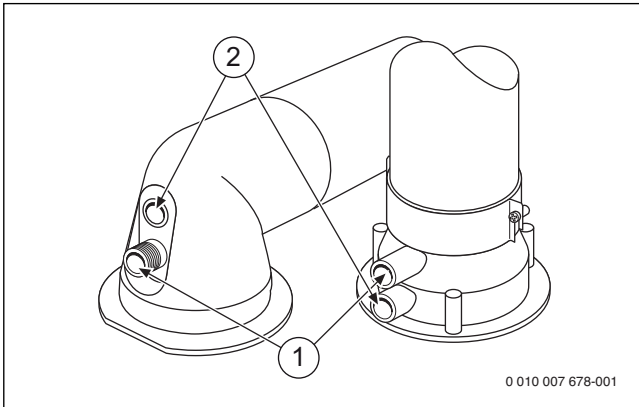

Bild 47 Abgasmessstutzen und Verbrennungsluft-Messstutzen
- ▶ Stopfen am Abgasmessstutzen (→ Bild 47) entfernen.